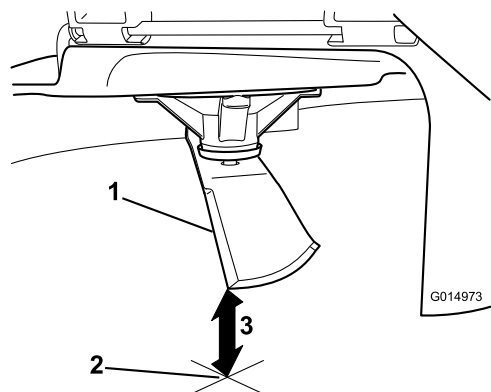

Figure 64
5. Mesurez la distance entre la pointe de la lame et la surface plane (Figure 64).